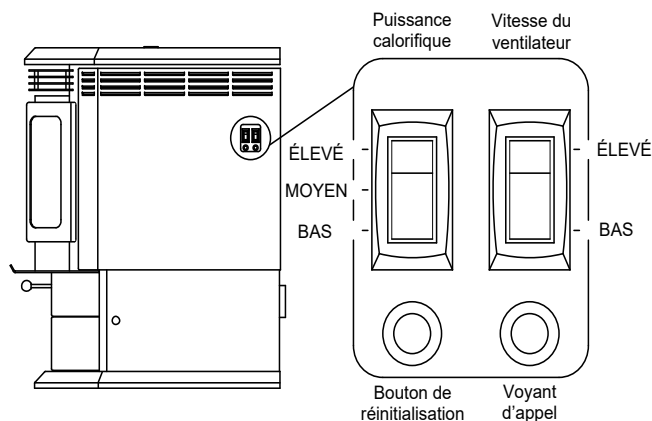

Figure 10.1
L'appareil fonctionne comme la plupart des chauffages modernes : dès que le thermostat le lui commande, il se met en marche et diffuse de la chaleur automatiquement. Quand la pièce atteint la température réglée sur le thermostat mural, l'appareil s'arrête (Figure 10.1).
3. Le poêle peut parfois brûler tout le combustible et s'arrêter automatiquement. Dans ce cas, le voyant d'appel rouge sera allumé (**Voir la Figure 10.1 on page 10**). Pour le remettre en marche, remplissez la trémie et pressez le bouton de réinitialisation (**Voir la Figure 10.1 on page 10**). Le voyant d'appel rouge s'éteint quand vous pressez le bouton de réinitialisation. Relâchez le bouton et le voyant se rallumera. Vous devez voir des flammes apparaître après un court instant. Si ce n'est pas le cas, suivez les instructions de la rubrique « **Allumage de votre premier feu** » à la **page 10**.